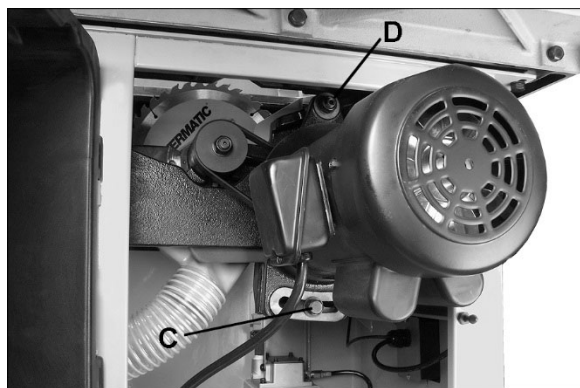

Figure 8-12
Voir la Figure 8-12.
2. Desserrez la vis (C, fig. 8-12) avec une clé de 17 mm.
3. Desserrez légèrement l'écrou (D) avec une clé de 1-1/4 po (ou ajustable).
4. Poussez le moteur vers la droite et serrez la vis (C) pour tendre la courroie. Resserrer l'écrou (D). Vérifier la tension appropriée en poussant la courroie à mi-chemin entre les poulies; la déviation devrait être d'environ 1/2 pouce.